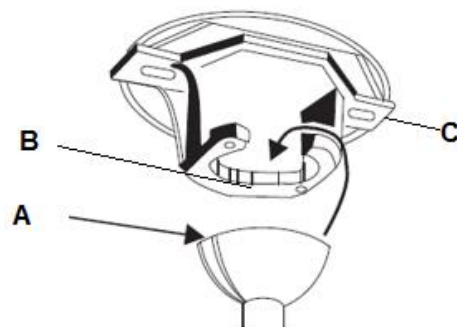

Fig. 6
Soulevez le ventilateur complet pour le placer sur le support de montage. Assurez-vous que l'encoche (A) de la rotule de la suspension est positionnée sur la goupille (B) du support de montage (C) pour empêcher le ventilateur de tourner lorsqu'il fonctionne. (Fig. 6)